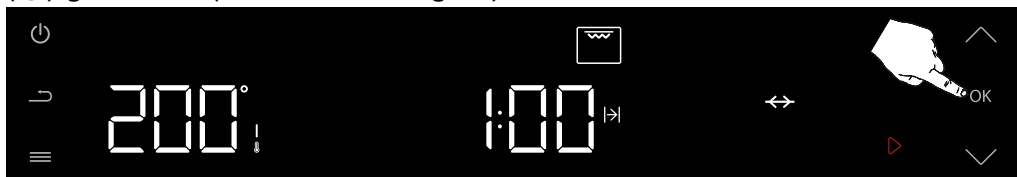

Abbildung 68
Nachdem alle Einstellungen vorgenommen wurden, wird die Drehspießfunktion durch einen langen Druck auf die Bestätigungstaste (OK) gestartet. (siehe Abbildung 68)